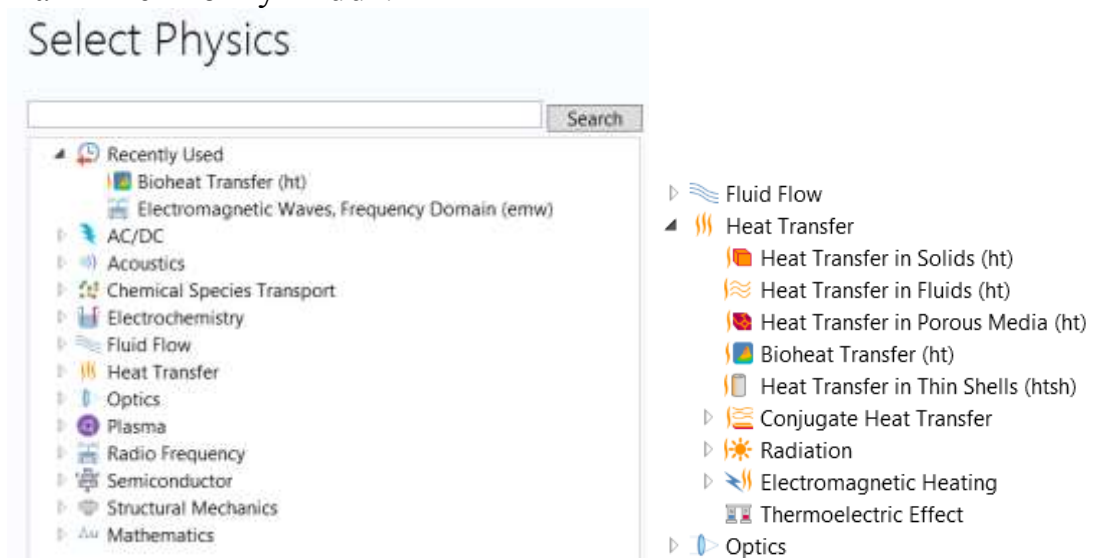

Рис. 12.9. Дерево проекта моделирование катеттера
4. В дереве **Select Physics**, выберите **RadioFrequency > Electromagnetic Waves, FrequencyDomain (emw)** (рис. 12.9).